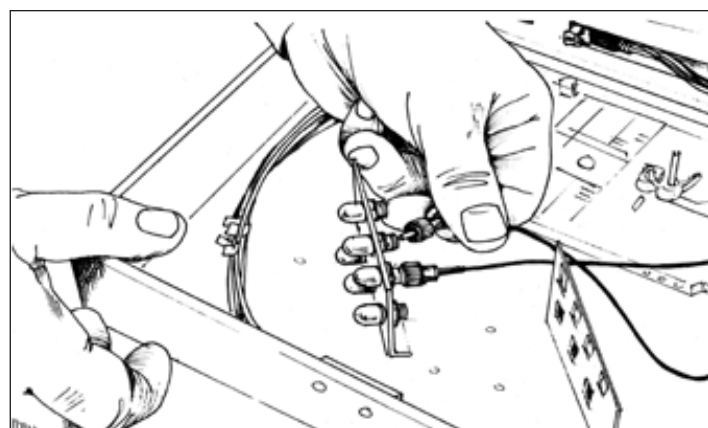

Рис. 3.18. Установка коннекторов
3.2.6. Готовые коннекторы с «pigtail» устанавливают в адаптеры (Рис. 3.18).